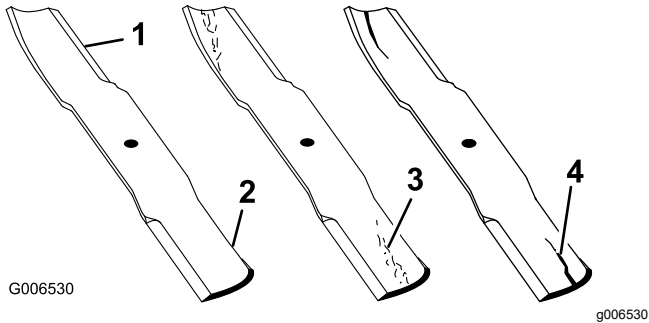

Bild 56
1. Untersuchen Sie die Schnittkanten (Bild 56).
4. Wenn Sie Risse, Verschleiß oder Rillenbildung in diesem Bereich feststellen, sollten Sie sofort ein neues Schnittmesser einbauen (Bild 56).